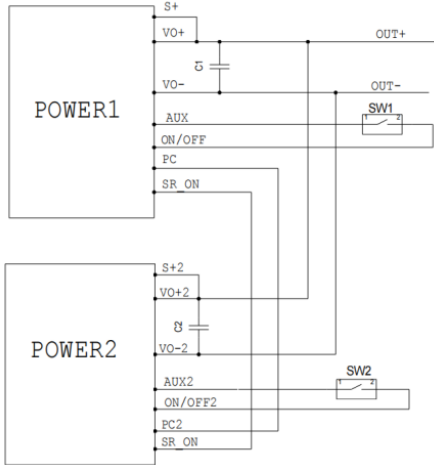

图 9 电源并联使用连接方式
模块具有并联应用功能，将各电源模块的PC端子连接（走线尽量短），可实现模块间的输出电流均流；将各电源模块的SR ON端子连接，可实现模块间的同步起机功能。接线如下图9所示。
- 8) 多模块并联使用时，将各模块的 PC 信号端子尽量短的连接，需要注意走线远离干扰源，接线方法如图 9 所示。